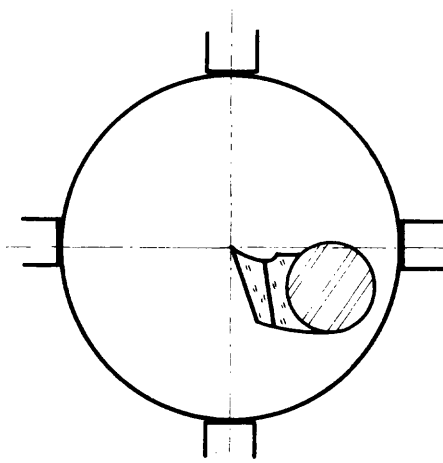

Fig. 4
- 8º Paso *Desplace la herramienta hasta que su punta coincida con el centro del material (fig. 4).*